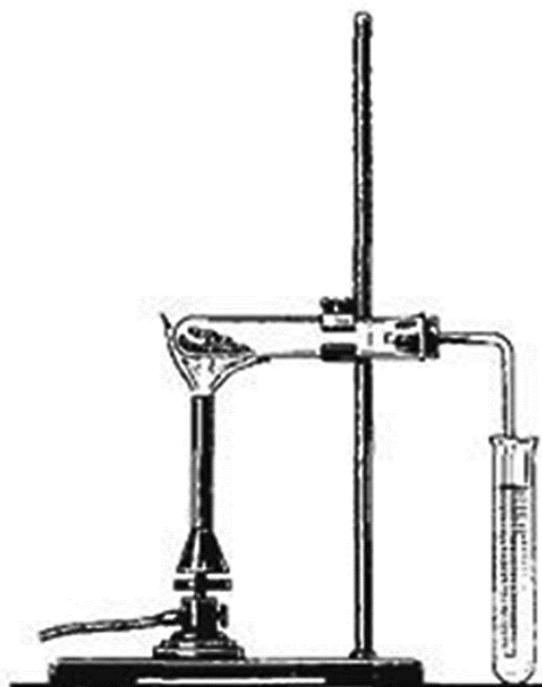

Рис. 5. Восстановление оксида меди (II) углем
На листе бумаги перемешать небольшие, примерно равные по массе порции оксида меди (II) и мелко измельченного древесного угля. Смесь пересыпать в сухую пробирку, укрепленную горизонтально в штативе (рис. 5).
Б. Испытать отношение к нагреванию Na_2CO_3 , NaHCO_3 , CaCO_3 . Для этого небольшие порции солей прокалить в пробирках с газоотводными трубками (опущенными в известковую воду) (см. рис. 5). Наблюдать за происходящим. Написать уравнения реакций.